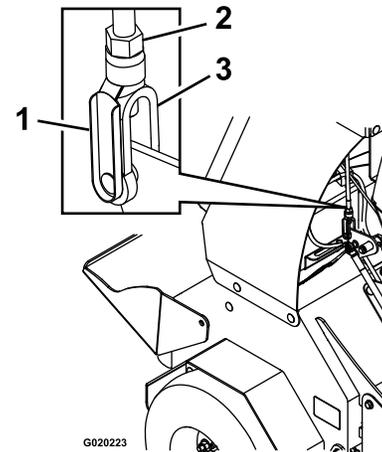

Figura 51
- B. Retire el pasador de muelle del conector de horquilla del acoplamiento de la palanca de control de tracción (Figura 51).
- Si la palanca de control **toca la barra de referencia**, gire el conector de horquilla (Figura 51) en sentido antihorario (visto desde la parte superior de la máquina).
- Si la palanca de control **no toca la barra de referencia**, gire el conector de horquilla (Figura 51) en sentido horario.
- D. Instale el pasado de muelle (Figura 51) y mueva la palanca de control hacia adelante.
- F. Retire el pasador de muelle, gire el tensor en sentido horario una vuelta más e introduzca el pasador de muelle (**Figura 51**).